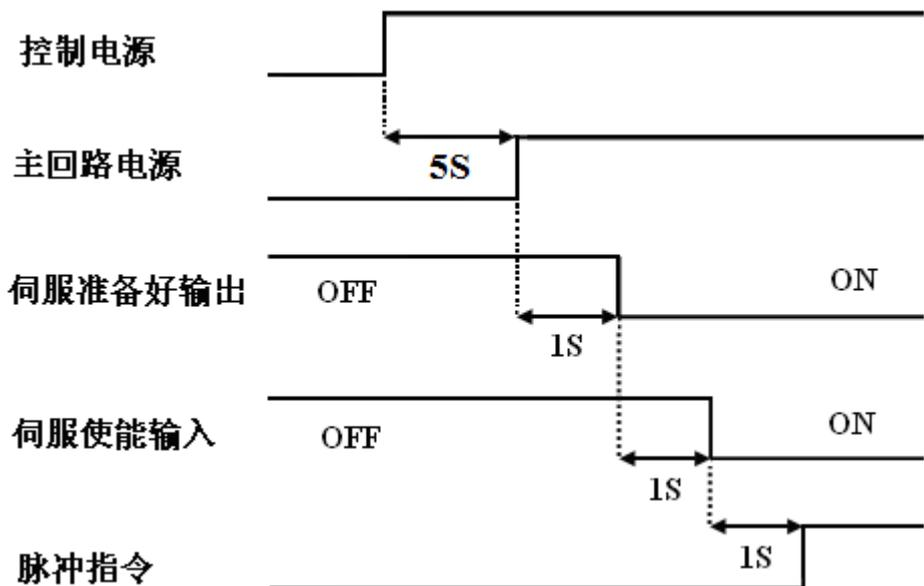

图 8.4 HSV-180AD-200, 300, 450 驱动单元
3、不关断电源（三相主电源），在清除故障源后，通过报警清除输入信号（ALM_RST），采用外部报警复位方式来清除报警，其时序如图 8.4 所示。复位后驱动单元面板上的报警灯 AL 红灯熄灭(表示报警被清除)，伺服报警（ALM）输出 OFF，驱动单元 XS5 输入/输出端子故障连锁继电器常开触点闭合。